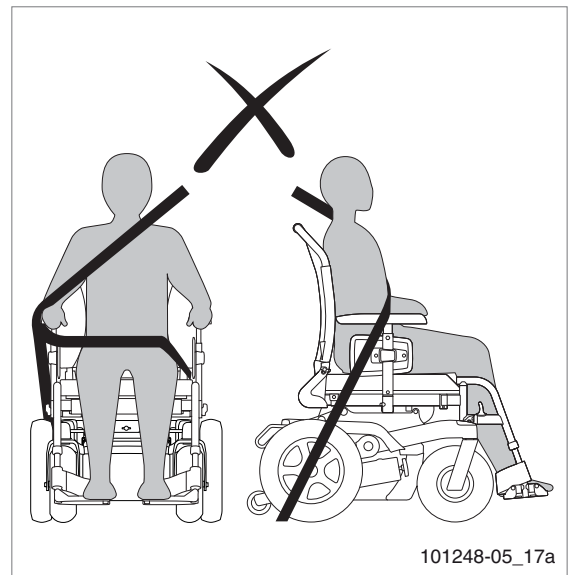

Abbildung 19
- Achten Sie darauf, dass der Sicherheitsgurt nicht durch Teile des Rollstuhls wie Armlehnen oder Räder vom Körper des Rollstuhlfahrers abgehalten wird (Abbildung 19).